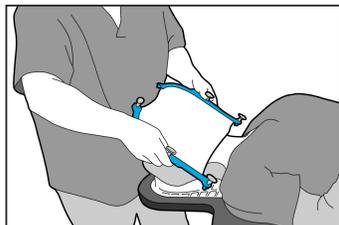

Fig. 2
4. Empiece enganchando el borde del termoplástico debajo de la barbilla del paciente, con el termoplástico inclinado en un ángulo de 45° con respecto a la cara del paciente (Fig. 2).